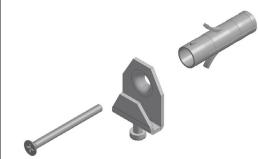

Fig. 2
- a) 2 crochets de nivellation avec fixation à l'aide de chevilles à expansion fournies (fig 2)
- 7) Suspendre la hotte au système de fixation (fig. 2 et 3) et effectuer la mise à niveau en agissant sur la vis de réglage.